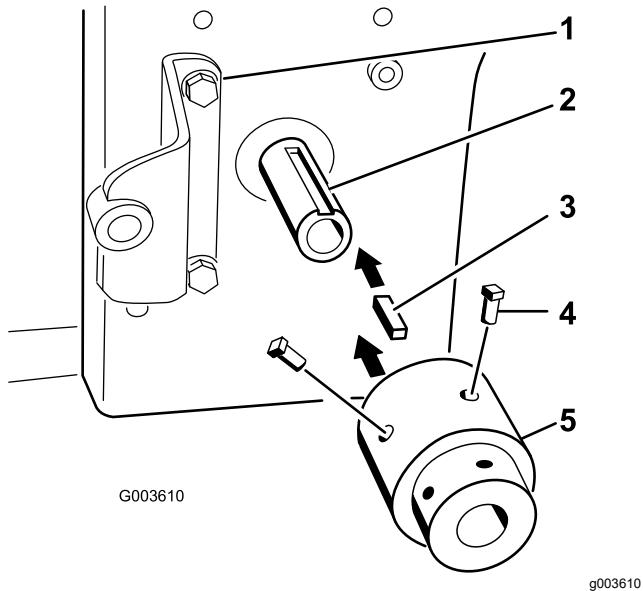

Figure 19
- Placez la clavette carrée ( $\frac{1}{4}$ " x 1") dans la fente de l'arbre de PDF du moteur (Figure 19).
- Alignez le moyeu sur la clavette carrée et posez-le sur l'arbre de PDF (prise de force) du moteur (Figure 19).
- Appliquez du frein-filet enlevable sur les 2 vis de maintien ( $\frac{5}{16}$ " x  $\frac{3}{4}$ ") et vissez-les dans le moyeu pour le fixer à l'arbre de PDF (Figure 19).